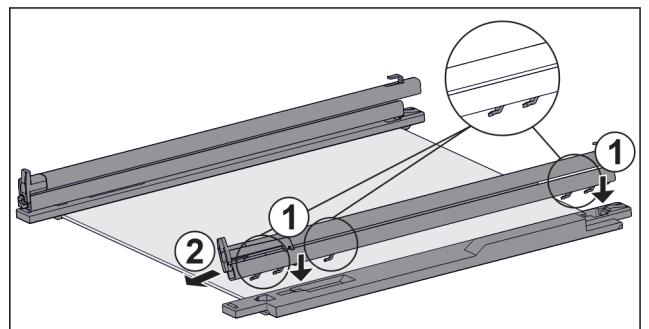

Fig. 121 Glasplaat met rails en vasthouddelen
- ▶ Haken van de rail op de openingen van het **linker** vasthoudeel plaatsen. *Fig. 121 (1)*
- ▶ Rail naar voren trekken. *Fig. 121 (2)*
- ▶ Haken van de rail op de openingen van het **rechter** vasthoudeel plaatsen. *Fig. 121 (1)*